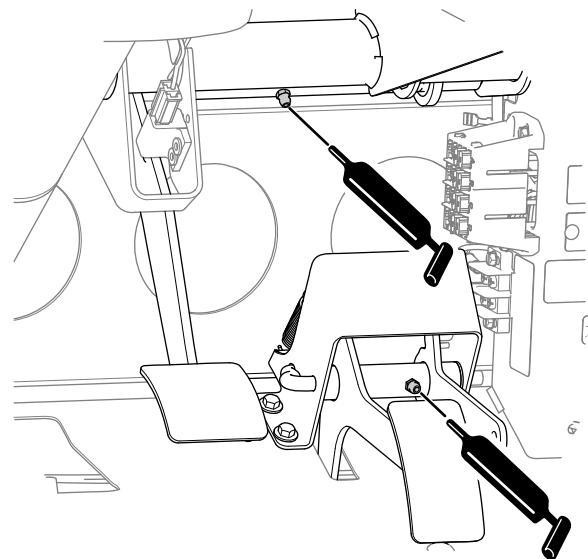

Figura 38
- **Freno (1);** consulte la Figura 38
- **Acelerador (1);** consulte la Figura 38